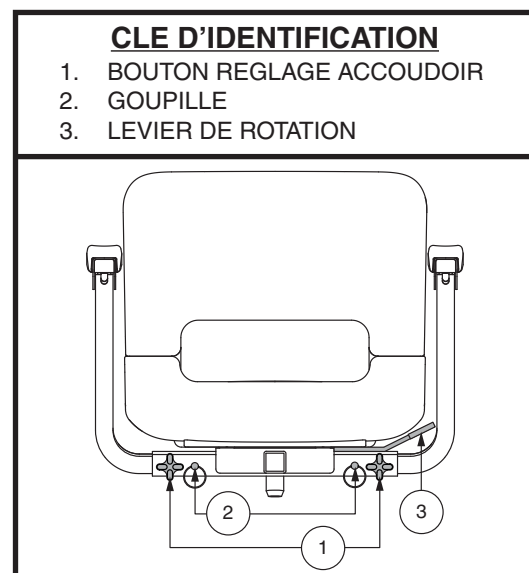

Figure 15. Réglage du siège – Style A
1. Desserrez les boutons de réglage. **Voir la figure 15.**
1. En fonction de votre type de siège, soit tirer vers le haut ou pousser vers l'avant le levier de rotation du siège afin de dégager le siège. **Voir la figure 15 ou 16.**